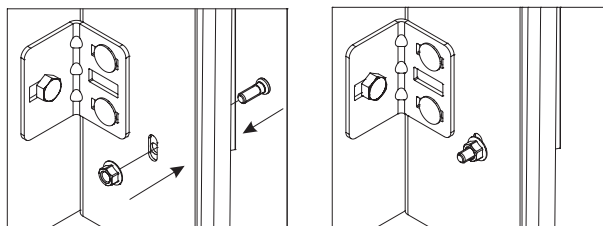

Рис. 12
9) установить пресс-болты, заводя их изнутри опорной стойки (рис.12). Установить и затянуть гайки ключом.